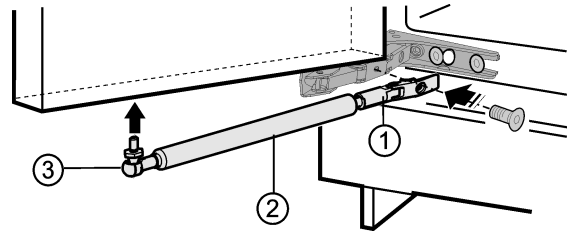

Fig. 4
- Skruholderen Fig. 4 (1) fast.
- Kugletappen Fig. 4 (3) skrues med lukkedæmpningen Fig. 4 (2) ind i den nye montageboring.